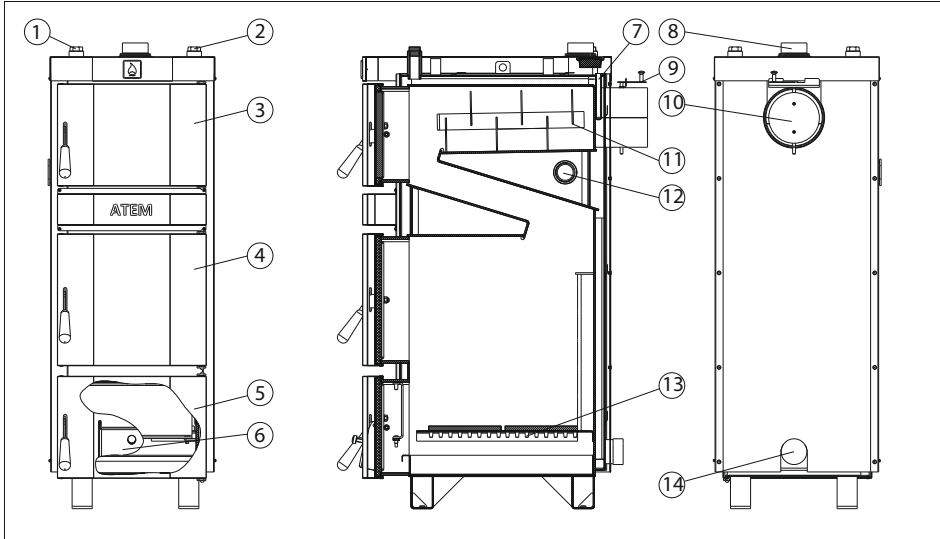

Рис. 1. Будова котла
Перед пуском котла в роботу необхідно обов'язково перевірити тягу в димоході. Для цього потрібно піднести аркуш тонкого паперу до відкритої заслінки (рис.1поз.8), аркуш повинен засмоктуватись в середину котла.
| (2) Стаканчик (поз.7 рис.1)    |
Для установки ТЕНа необхідно злити воду з котла (системи опалення), відкрутити заглушку (поз.12 рис.1) і встановити на її місце ТЕН з характеристиками, що відповідають таблиці 3. Залити воду в котел (систему опалення). Перед запуском котла перевірити герметичність установки ТЕНа.
- Зняти пробку на котлі (поз.2, рис.1) та встановити регулятор тяги.